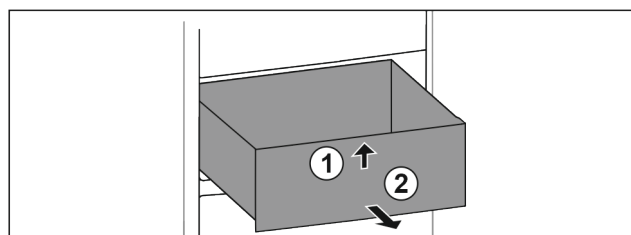

Fig. 13
- ▶ Sollevare dal lato anteriore Fig. 13 (1).
- ▶ Rimuovere tirando in avanti Fig. 13 (2).